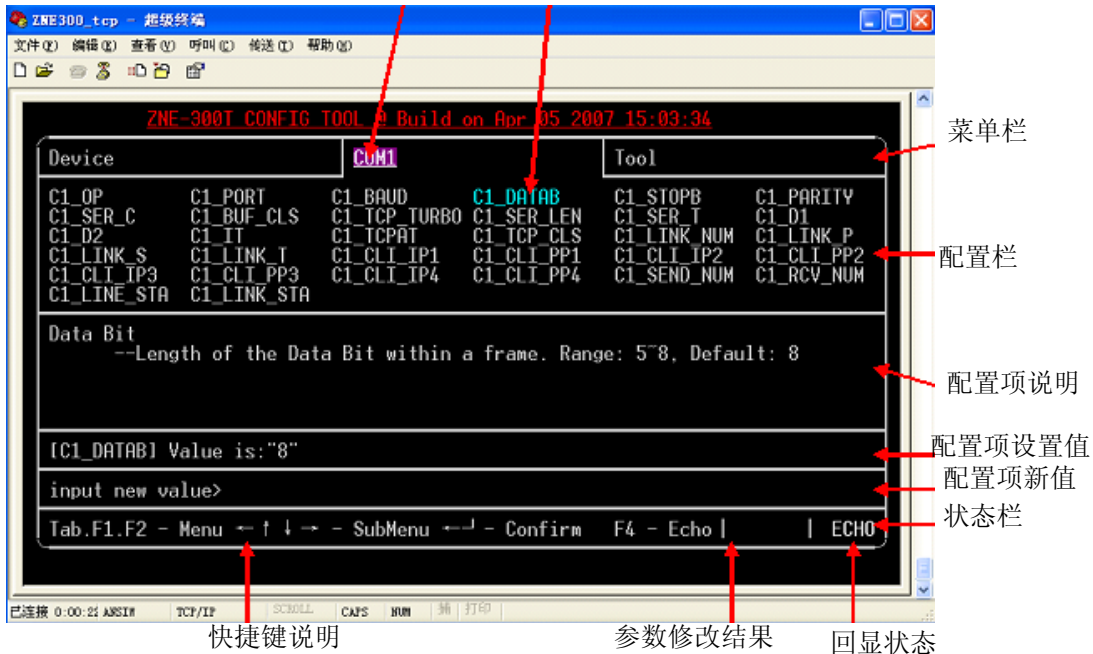

图 6.8 菜单配置方式界面
菜单方式使用界面如图 6.8 所示，在这种方式下，用户可以使用多种快捷键查看和更改设备的所有参数；AT 命令方式给用户提供一个标准的 AT 命令接口，主要用于用户使用单片机等嵌入式设备或用户自己编写配置软件对 ZNE-300T 模块进行配置。
菜单配置方式在 Windows 的超级终端软件下为用户提供了一种直观、简单、方便、易用的配置方式。菜单方式使用界面如图 6.8 所示，在这种方式下，用户可以使用多种快捷键查看和更改模块的所有参数。菜单配置方式是 ZNE-300T 模块上电后的默认配置方式，配置方式的切换见 6.3.4.1 配置模式（AT+MODE）。
菜单配置方式的界面如图 6.8 所示。
项。图 6.8 中选中的菜单号为“COM1”，配置栏中将出现所有关于 COM1 的配置项；
- 配置栏：选中的菜单项所对应的所有配置项，反色显示部分表示当前选中的配置项。图 6.8 中选中的配置项为“C1_DATAB”，表示对串口 1 的数据位进行配置，配置项的名称与 AT 命令中的命令相对应，关于参数的范围 and 意义可参见对应的 AT 命令说明；
- 状态栏：包括“快捷键说明”、“参数修改结果”和“回显状态”，当修改配置项参数成功时，“参数修改结果”栏显示“OK”，否则显示“ERROR”，“回显状态”栏显示当前的回显状态，回显功能①打开时，显示 **ECHO**，否则显示 **ECHO**。
① 回显功能①：指被配置设备回发配置主机（软件）的输入值，超级终端类软件本身并不显示用户在超级终端软件内的输入值，所以用户在使用超级终端软件配置时需要打开回显功能。用户在使用单片机等嵌入式设备或 telnet 方式对 ZNE-300T 模块进行配置时，则可关闭此功能。